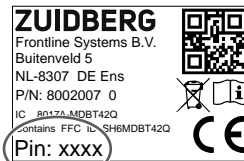

Abbildung 5
Sie können eine Bluetooth-Verbindung zum Controller mit einem Smartphone oder Tablet und dem PIN-Code auf dem Controller (siehe Abb. 5) herstellen. Schalten Sie die Zündung des Traktors ein. Sobald die Verbindung hergestellt ist, die Schritte unten befolgen:
- Schritt 6: Geben Sie den PIN-Code ein (siehe Abb. 5).